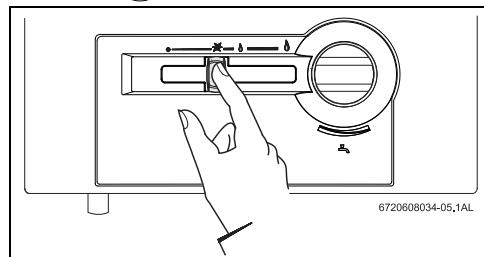

Рис. 2
- ▶ Регулятор мощности из положения Выкл. передвинуть в положение розжига (→рис. 2).